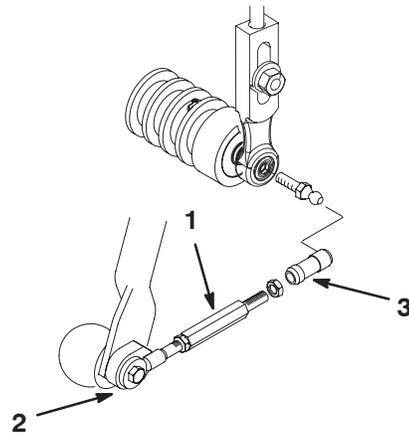

Bild 19
6. Schieben Sie die Hülse an jeder Kugellageraufnahme zurück und haken Sie die Aufnahme in den Kugelbolzen des Mähwerks ein (Bild 19).